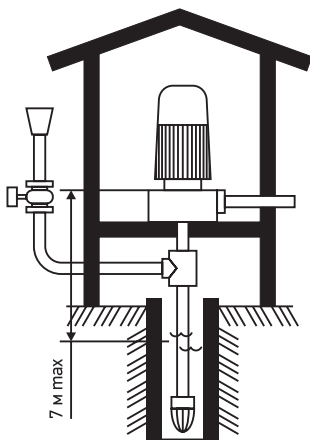

Рис. 8.
- 6.7. При установке электронасоса для подачи воды из скважины диаметр обсадной трубы должен быть не менее 50 мм, рис. 8.